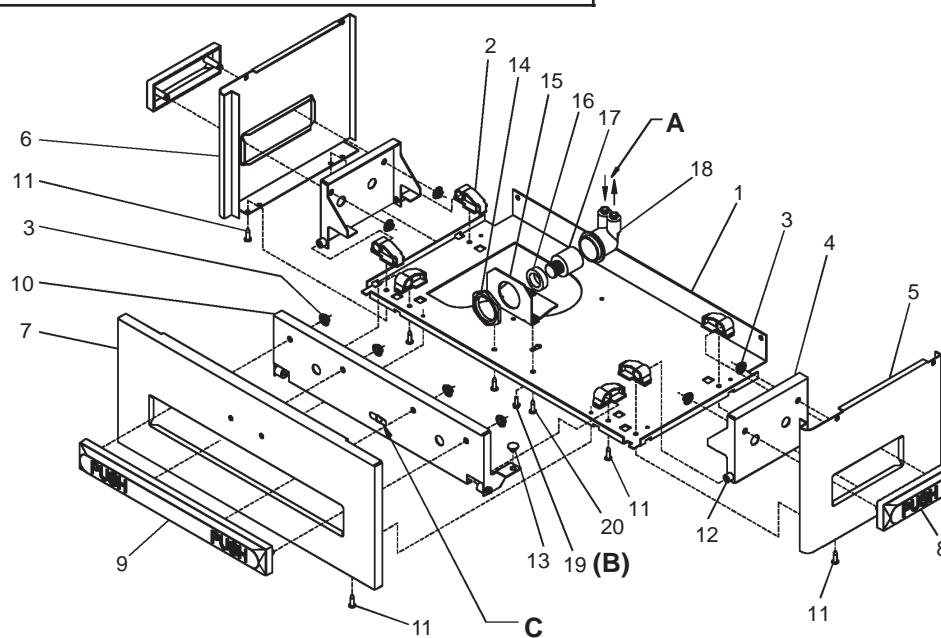

FIG.4
- 8) Stream height is factory set at 45-50 PSI. If supply pressure varies greatly from this, adjust screw, accessible by removing front push panel (Item 7, Fig. 4). CW adjustment will raise stream and CCW adjustment will lower stream. For best adjustment, stream should hit basin approximately 6-1/2" (165mm) from bubbler.
- 9) Replace the front panel and secure by retightening two (2) screws.
- 8) Le niveau d'écoulement est réglé en usine à 45-50 PSI. Si la pression varie beaucoup de ce point, ajustez la vis que l'on peut atteindre en retirant le panneau avant (article 7, fig.4). Si vous ajustez dans le sens des aiguilles d'une montre, le jet augmentera et dans le sens contraire, le jet diminuera. Le meilleur ajustement est lorsque le jet frappe le bassin à environ 6-1/2" (165mm) du barboteador.
- 9) Replacez le panneau avant et fixez le en place en resserrant les deux (2) vis.